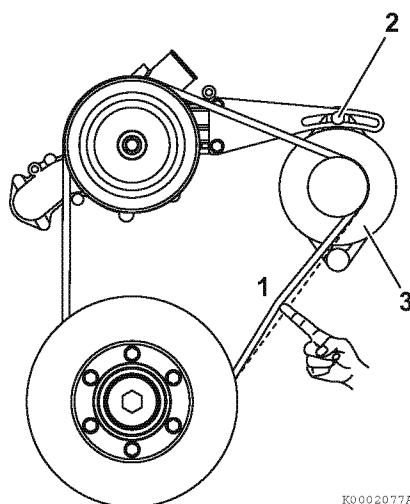

Figura 6
1. Verifique a tensão da correia trapezoidal fazendo pressão no meio da correia (1, **Figura 6**) com o seu dedo, exercendo uma força de aproximadamente 98 N, 10 kgf (22 lbf). Com a tensão adequada, a correia trapezoidal deve deflectir 8 - 10 mm (aproximadamente 3/8 pol.).
2. Se a deflecção da correia trapezoidal estiver fora dos limites, ajuste a tensão da correia trapezoidal. Solte o parafuso de ajuste (2, **Figura 6**) e desloque o alternador (3, **Figura 6**) para ajustar a tensão da correia trapezoidal.
3. Se a correia trapezoidal estiver danificada ou desgastada, substitua-a. Solte o parafuso de ajuste (2, **Figura 6**) e desloque o alternador (3, **Figura 6**). Retire a correia das polias.
4. Instale a nova correia na sua posição (**Figura 6**) e ajuste a tensão conforme ilustrado no Passo 2.